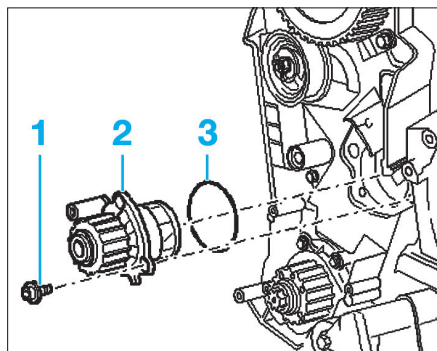

FIG. 49
- Déposer les vis de fixation (1) (Fig.49) puis extraire la pompe à eau.